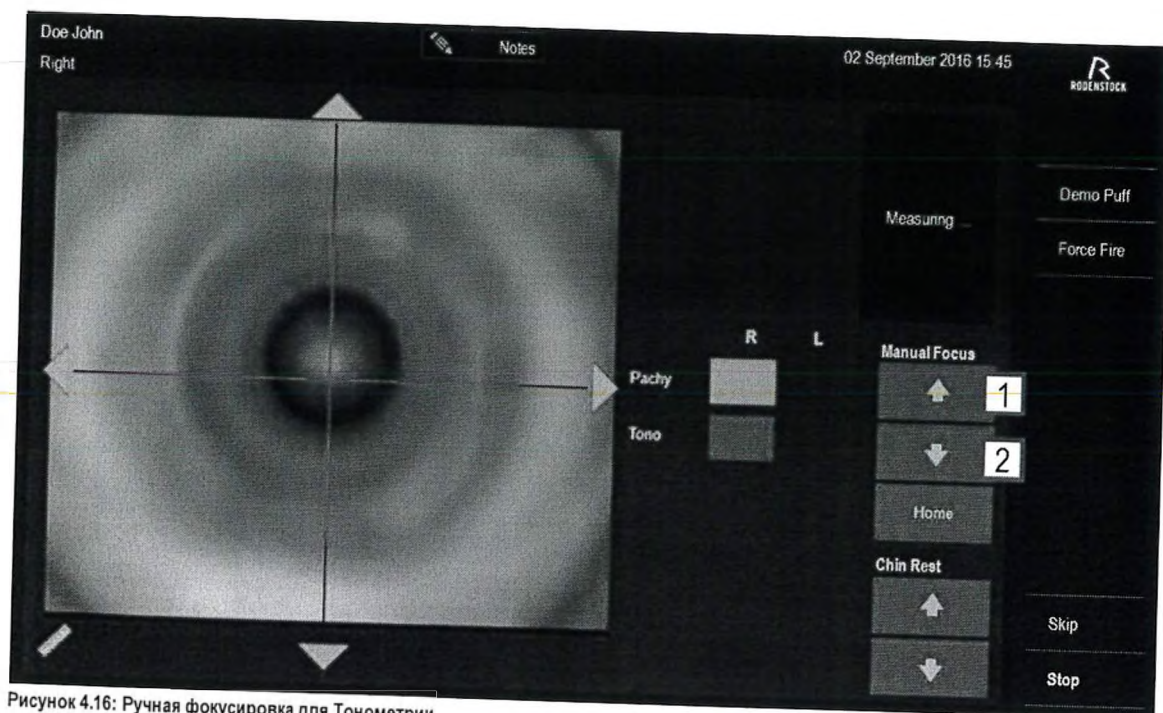

Рисунок 4.16: Ручная фокусировка для Тонометрии
Выберите кнопку "▲" (1) для приближения глаза. Выберите кнопку "▼" (2) для уменьшения (см Рисунок 4.16).
2. Если серый круг не четкий (Рисунок 4.19; Рисунок 4.18), нажмите кнопки (1 или 2) на Рисунок 4.16 до тех пор, пока он не станет четким. После этого тонометрия начнется автоматически.